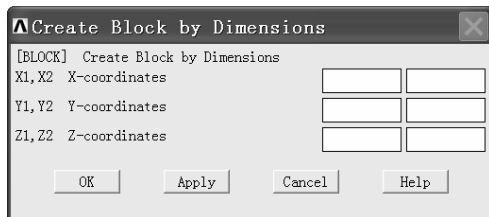
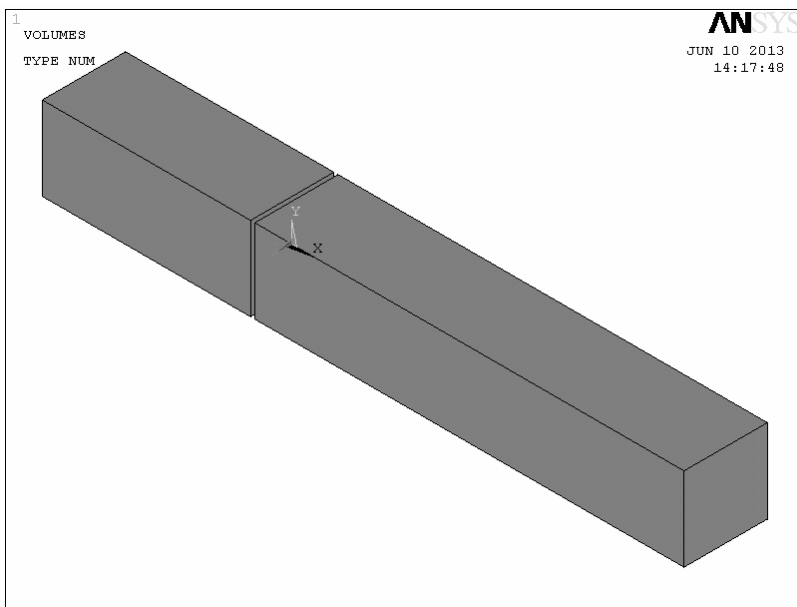

图 1-23 “Create Block by Dimensions” 窗口
图 1-24 A、B 杆模型
(5) 依次选择 Main Menu>Preprocessor>Modeling>Create>Volumes>Block>By Dimensions, 出现“Create Block by Dimensions”窗口(见图 1-23)。
(6) 在“Create Block by Dimensions”窗口中“X1, X2 X-coordinates”后面的方框内依次输入“0.001”、“0.101”, 在“Y1, Y2 Y-coordinates”后面的方框内依次输入“-0.01”、“0.01”, 在“Z1, Z2 Z-coordinates”后面的方框内依次输入“-0.01”、“0.01”。
(7) 单击“Create Block by Dimensions”窗口中的“OK”按钮。杆 B 的模型已建立, 出现在图形窗口中(见图 1-24)。